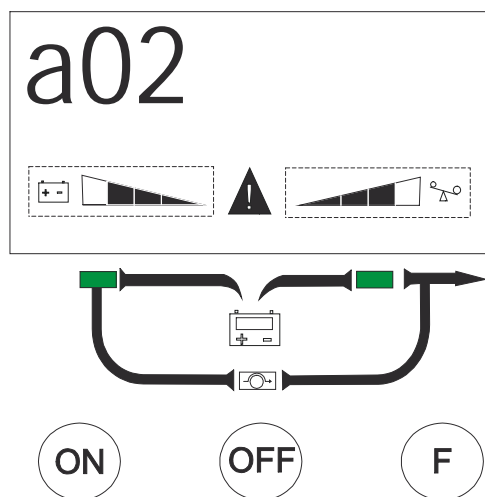

FIGURA 15
Quando ocorre um alarme, o ícone de advertência pisca a cada segundo e o buzzer emite sinais sonoros também a cada segundo, o usuário deve pressionar o botão "F" para mudar para a tela de exibição do alarme ocorrido (consulte o item 12) após resolver a causa do alarme o UPS volta a operar no modo normal. Na figura 15 um exemplo do código de alarme mostrado no display.